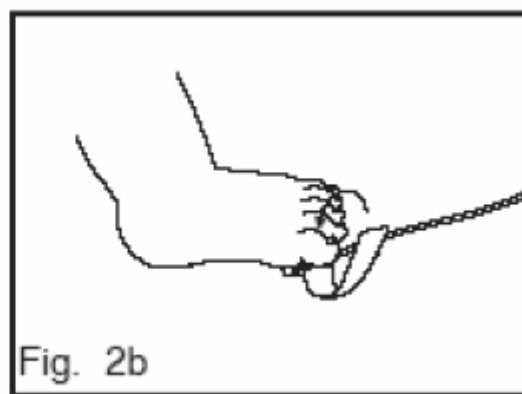

Fig. 2b
3. Envolver o invólucro adesivo em torno do hálux e certifique-se de que a janela emissora (estrela vermelha) esteja alinhada no topo do dedo, em oposição direta ao detector (Fig. 2b).